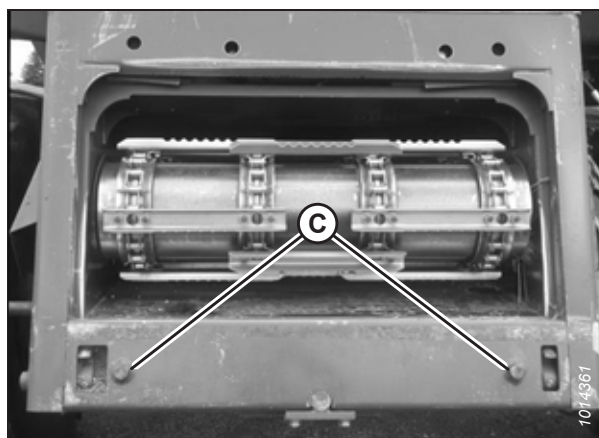

Рисунок 3.41: Направні штифти AGCO Group
- Увімкніть двигун і почніть повільно наблизитися до жатки, доки похила камера не опиниться безпосередньо під верхньою поперечною модулем копіювання контуру ґрунту (А), а напрямні штифти (С) (див. рис. 3.41, стор. 58) на похилій камері не сполучяться з отворами (В) у рамі модуля копіювання контуру ґрунту.